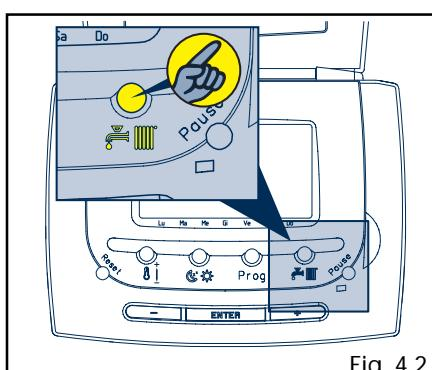
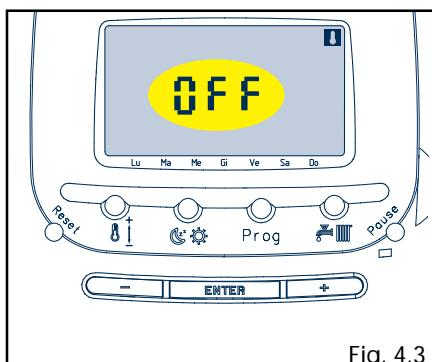
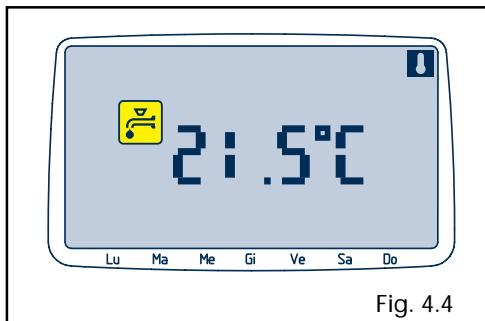

Fig. 4.2
Fig. 4.3
Fig. 4.4
- pulse la tecla verano-invierno  en el panel de mandos a distancia (fig. 4.2). Pulsando una vez la tecla  se pasa de la función OFF (fig. 4.3) a la función verano  (fig. 4.4)
Pulsando una segunda vez la tecla  se pasa a la función invierno (fig. 4.2) El display visualiza durante 5 segundos destellando la temperatura ambiente programada y se enciende el indicador de modificación  (fig. 4.5).
inverno posta no painel de comandos a distância (fig. 4.2). Carregando uma vez na tecla passa-se da função OFF (fig. 4.3) à função verão  (fig. 4.4) O display visualiza o indicador de funcionamento circuito sanitário e a temperatura do ambiente.
Carregando uma segunda vez na tecla  passa-se à função inverno (fig. 4.2)